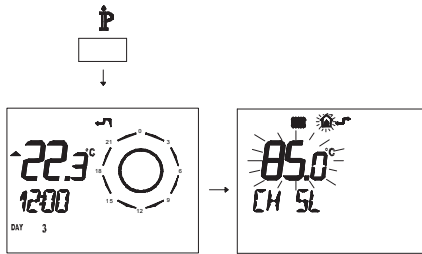

Figura 5.39
- Premere per più di 3 secondi il pulsante  para per entrare in modalità **INFO** (Figura 5.39).